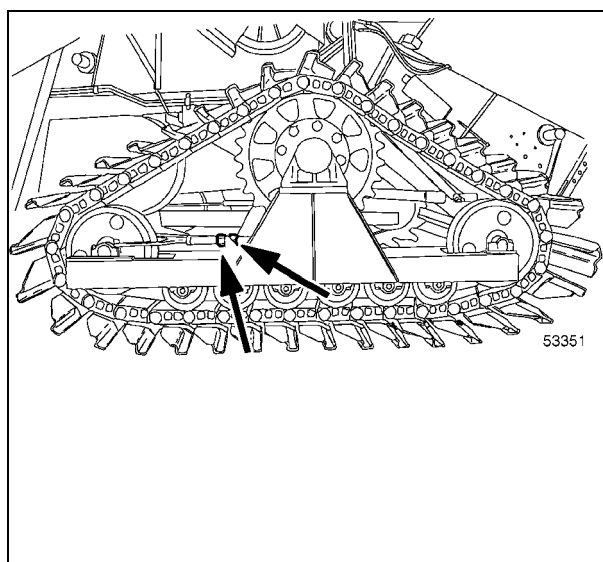

Рис. 40
- a.) отпустите четыре гайки (10), которые крепят холостой ролик (11) к раме гусеницы;
- b.) ослабьте захват (12);
- c.) поверните натяжное устройство (13) таким образом, чтобы получить натяжение, указанное выше;
- d.) затяните гайки (10), крепящие холостой ролик (11);
- e.) законтрите захват (12);
- f.) Залейте **MF GREASE EP** в две масленки, как показано в Рис. 40.